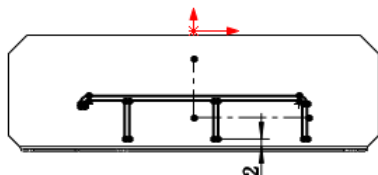

图 13.2.43 编辑草图
(4) 编辑草图, 如图 13.2.43 所示。退出草图环境, 完成成形特征 1 的创建。